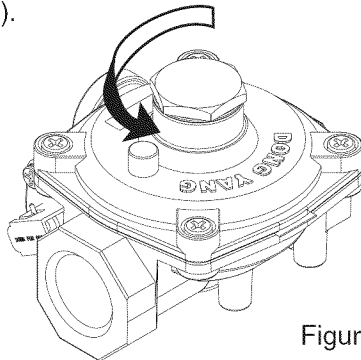

Figura 7
1. Desatornille la tapa hexagonal y voltéela para tener acceso al tapón de conversión debajo de la tapa (figura 7).